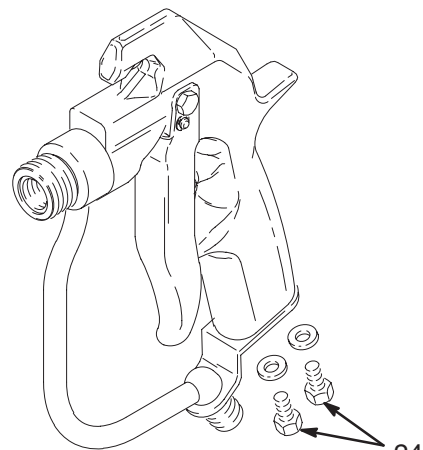

Fig. 19
- Monte los tornillos (24). Vea la Fig. 19.